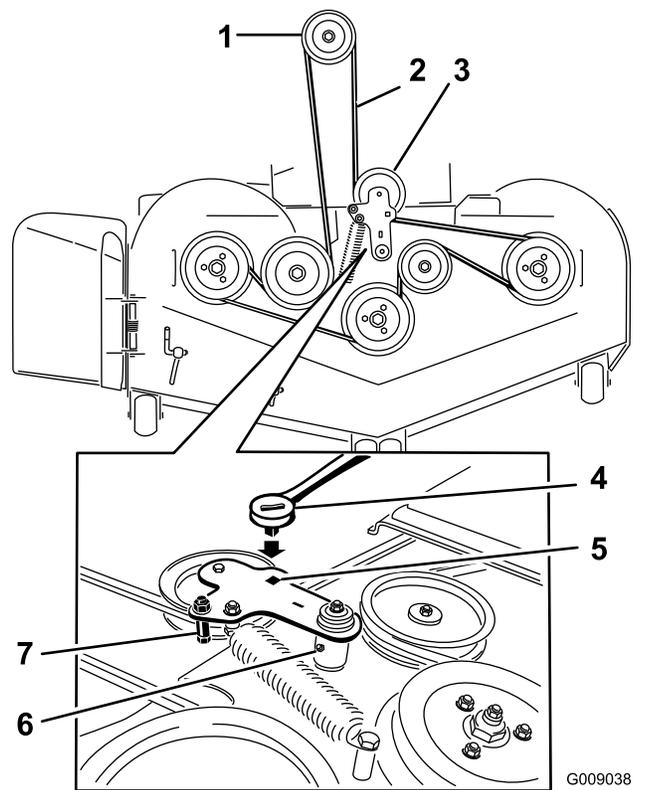

Figura 91
7. Utilize uma lingueta no orifício quadrado no braço intermédio para retirar a tensão da mola intermédia (Figura 91).
9. Retire a guia da correia no braço intermédio da mola (Figura 91).
11. Instale a nova correia à volta das polias do cortador e da polia da embraiagem por baixo do motor (Figura 91).
12. Coloque a guia da correia no braço intermédio (Figura 91).
13. Utilizando a lingueta no orifício quadrado, instale a mola intermédia (Figura 91).